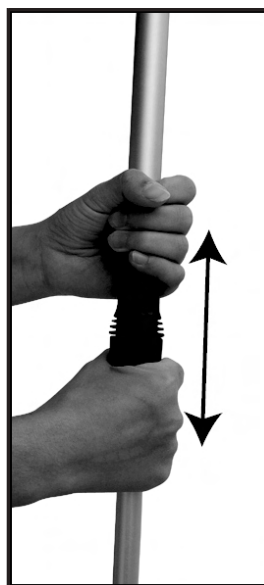

Fig. 15
- 2) Extienda el tubo para aumentar la altura o comprímalo para disminuirla. (Fig. 15)